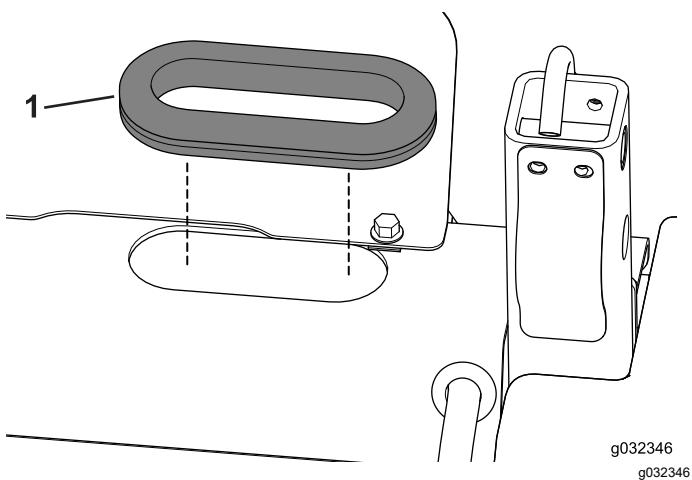

Bild 16
3. Legen Sie die Scheibe in die Öffnung (Bild 16).